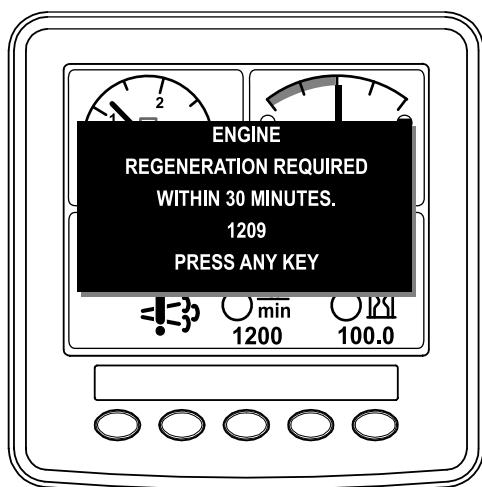

Figura 48
- Se ignorate la richiesta di rigenerazione da fermi visualizzata sull'InfoCenter e continuerete ad utilizzare la macchina (Figura 48), una quantità critica di particolato si accumulerà nel DPF.